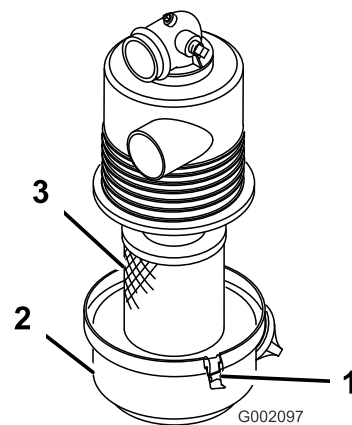

Рисунок 24
2. Проверьте воздухоочиститель на наличие повреждений, которые могут вызвать утечку воздуха. Убедитесь, что крышка герметично установлена на корпусе воздухоочистителя (Рисунок 24).
3. Отпустите фиксаторы, крепящие крышку воздушного фильтра на его корпусе (Рисунок 24).
4. Отделите крышку от корпуса и очистите внутреннюю поверхность крышки воздушного фильтра (Рисунок 24).